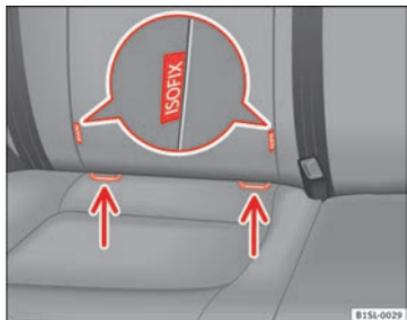

Fig. 53 Sul sedile del veicolo: versioni diverse per l'identificazione dei punti di ancoraggio inferiori per i seggiolini per bambini
- Incastrare il sedile per bambini sugli anelli di fissaggio ⇒ fig. 53, nel senso della freccia. Il seggiolino deve incastrarsi in modo sicuro e udibile.
- Collocare il seggiolino sulla seduta e agganciare i ganci delle cinture di fissaggio negli anelli di fissaggio ⇒ fig. 53.